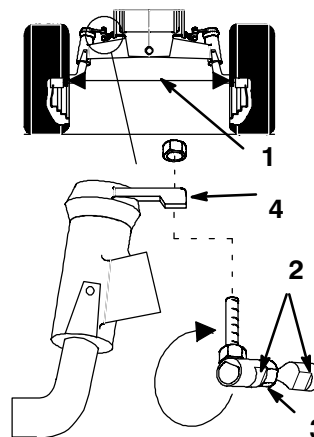

Figure 32
Maintenez le pincement des roues avant spécifié. Ajustez le pincement en cas d'usure irrégulière des pneus, si la surface de travail est scalpée ou si la direction devient dure. Vérifiez le pincement des roues avant toutes les 100 heures de fonctionnement ou une fois par an, selon ce qui se présente en premier (Fig. 32).
3. Mesurez la distance entre les jantes (à hauteur d'essieu) à l'avant et à l'arrière des roues (Fig. 32).
2. Déposez le joint à rotule de l'un des leviers de direction (Fig. 32).
4. Maintenez les méplats du joint pour les aligner avec ceux de la biellette de direction, puis serrez le contre-écrou (Fig. 32).